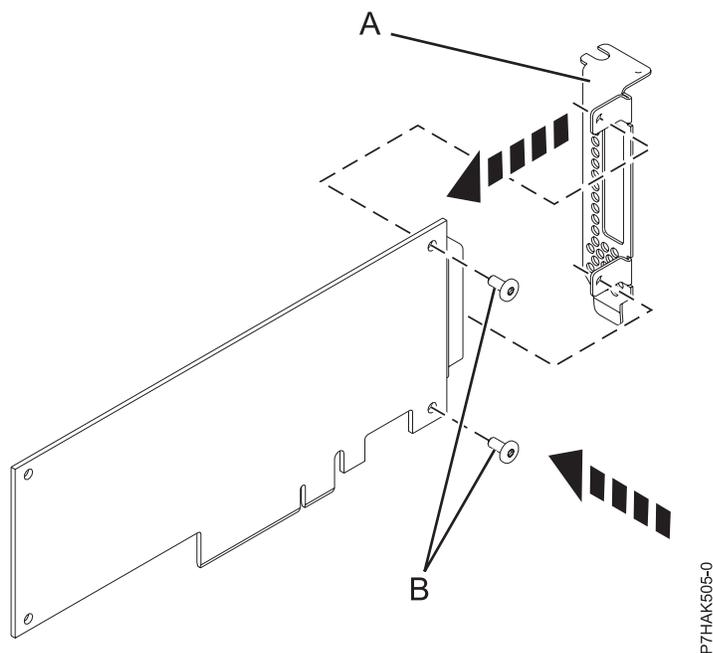

Abbildung 13. Den kurzen Adapterkassettenhalter am PCI-Adapter befestigen
11. Befestigen Sie mit einem Kreuzschlitz-Schraubendreher und den beiden Sicherungsschrauben (B) den Adapterkassettenhalter (A) vom fehlerhaften PCI-Adapter am neuen PCI-Adapter. Siehe Abb. 13.